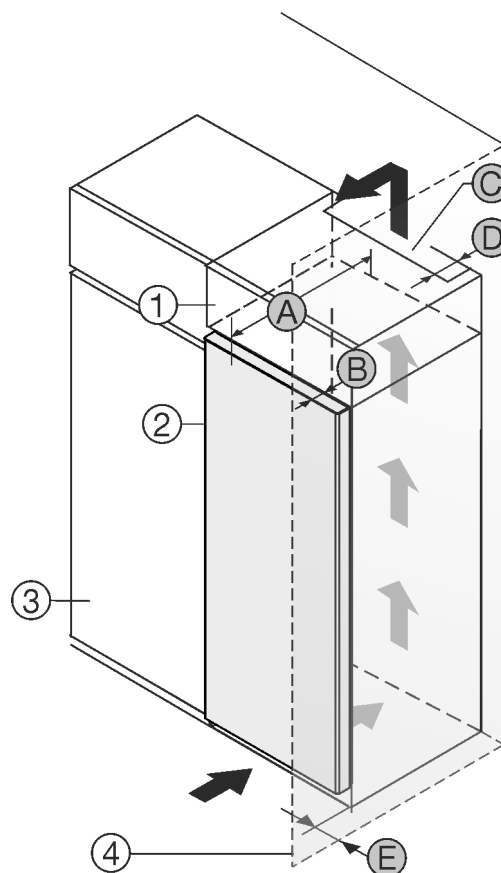

Fig. 1
Můžete přístroj nainstalovat přímo vedle kuchyňské skříňky Fig. 1 (3)*.
Na zadní straně nastavné skříňky musí být větrací šachta hluboká Fig. 1 (D) přes celou šířku nastavné skříňky.*
Pod stropem místnosti musí být dodržen ventilační průřez Fig. 1 (C)*.
Když přístroj instalujete závěsy vedle stěny Fig. 1 (4), musí být vzdálenost mezi přístrojem a stěnou minimálně 13 mm.*
Když přístroj instalujete závěsy vedle stěny Fig. 1 (4), musí být vzdálenost mezi přístrojem a stěnou minimálně 20 mm.*
Aby bylo možné dvířka plně otevřít, musí přístroj přesahovat o hloubku dvírek Fig. 1 (B) vůči přední linii kuchyňské skříňky. V závislosti na hloubce kuchyňských skříněk Fig. 1 (3) a použití vymezočů odstup od stěny může přístroj vyčnívat dále.*